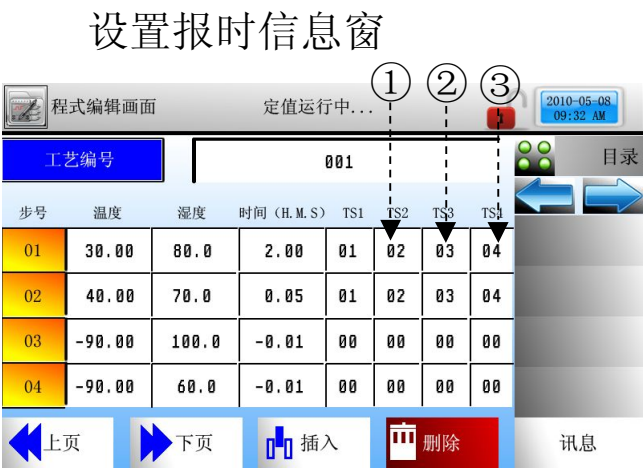
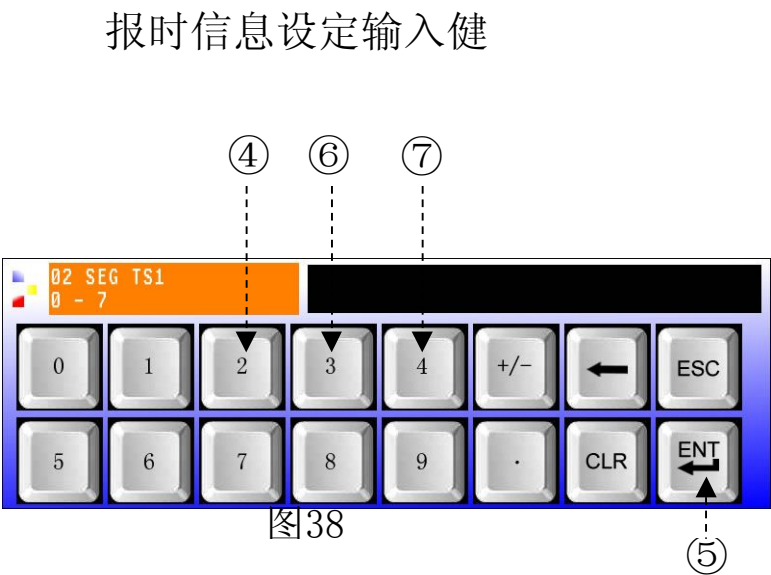

图37
图38
在图 37 中点击①、②、③出现图 38。依次点①→④→⑤→②→⑥→⑤→③→⑦→⑤就会把报时信息（TS）2、3、4 分别设为继电器 2、3、4。